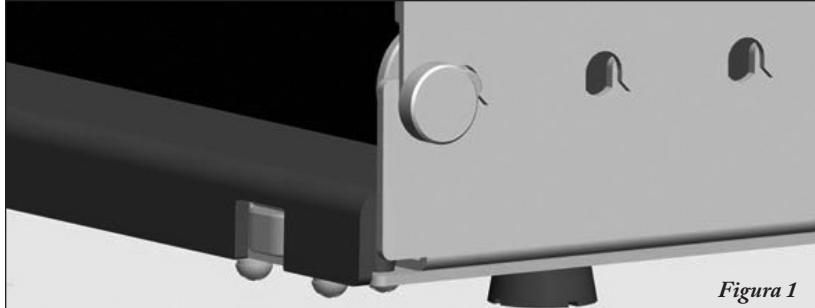

Figura 1
1. Ruotare in senso antiorario la manopola rotonda di fissaggio fino a quando non si allenta. Non è necessario rimuoverla completamente. (Figura-1)